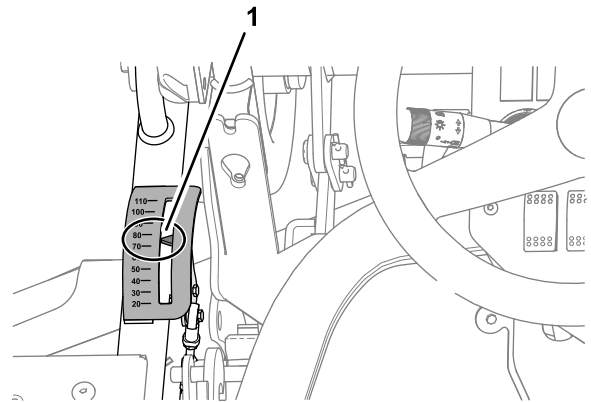
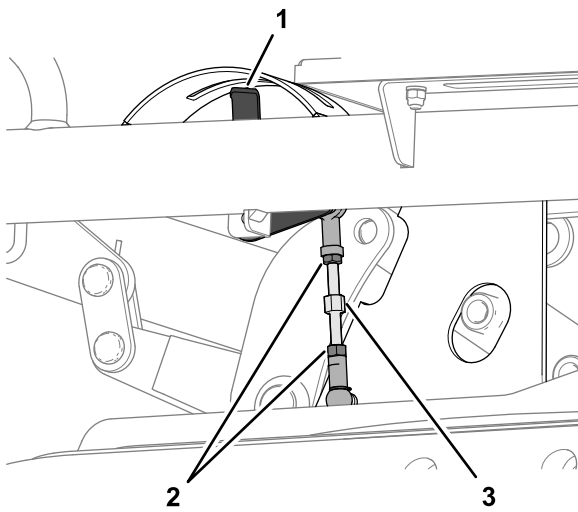

Bild 130
Bild 131
2. Setzen Sie sich auf den Sitz und schauen Sie auf den Zeiger der Schnitthöhenanzeige (**Bild 130**).
- A. Lösen Sie die zwei Klemmmuttern, mit denen der Schnitthöhenlenker befestigt ist (**Bild 131**).
- B. Drehen Sie den Lenker, bis der Zeiger der Schnitthöhenanzeige (aus der Sicht vom Bediener) mit der 75-mm-Markierung ausgefluchtet ist (Bild 130 und Bild 131).
- C. Ziehen Sie die zwei Klemmmutter an (Bild 131).